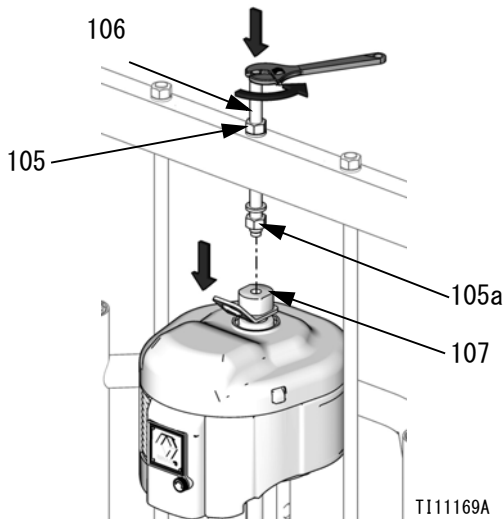

図 24 : NXT 55 ガロン プラテン付き NXT 2200-6500 の場合
- a. NXT 55 ガロン プラテン付き NXT 2200-6500 の場合 (D200 3 インチおよび D200s 6.5 インチ供給ユニット) : クロスバーの下のナット (105a) をゆるめます。レンチを使用して吊り上げリングアダプタ (107) を所定の位置に保持し、クロスバーの上のネジ山付きロッド (106) を別のレンチでゆるめます。図 24 を参照してください。